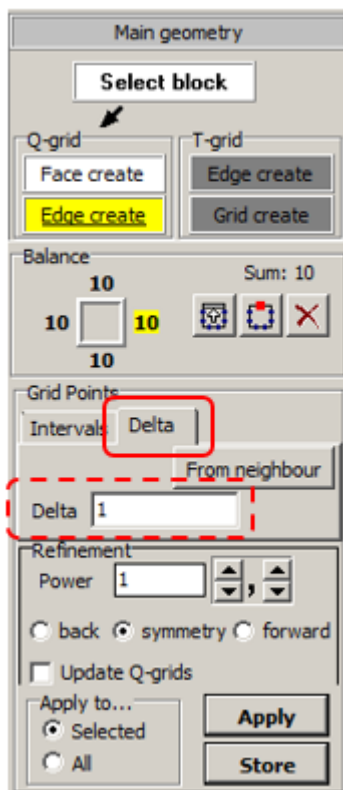

図 1. メッシュ作成時の空間分解能(mm)指定機能
- メッシュ作成時の空間分解能(mm)指定機能の追加 (図 1)